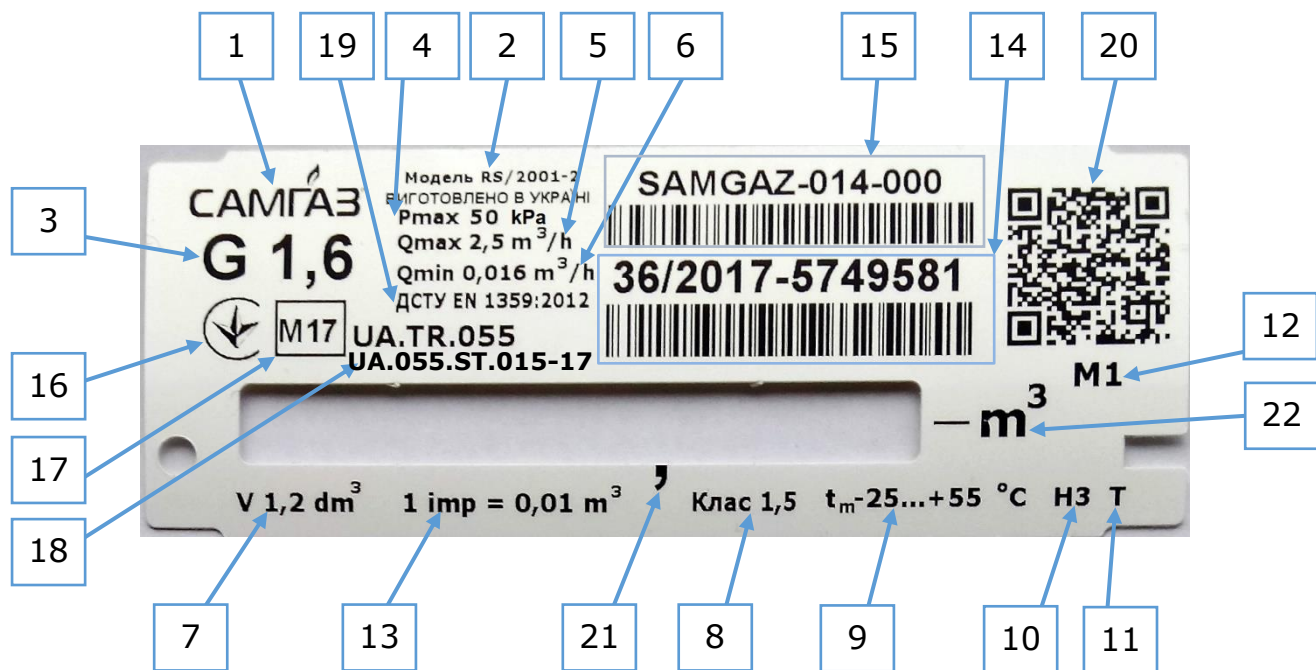
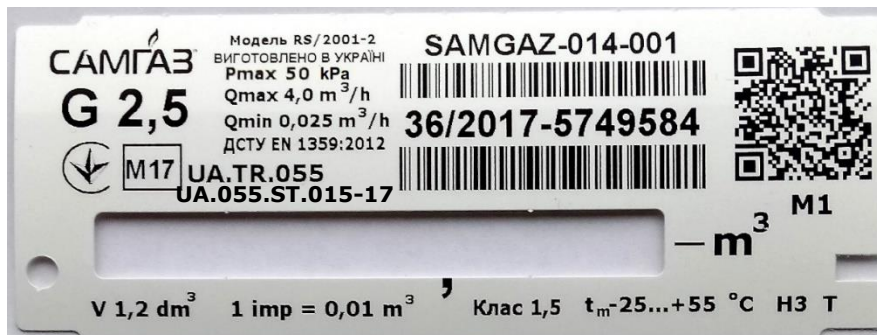
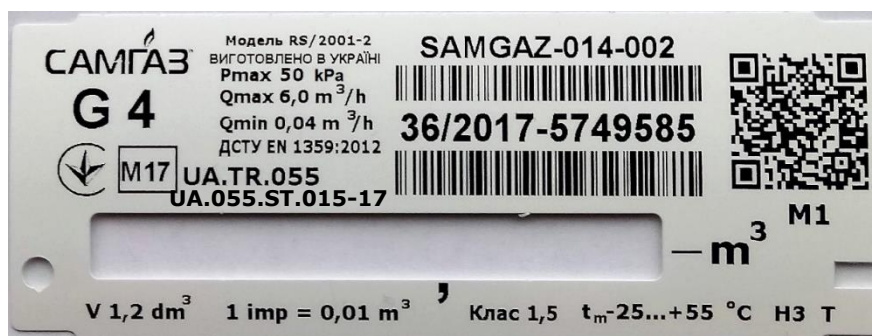
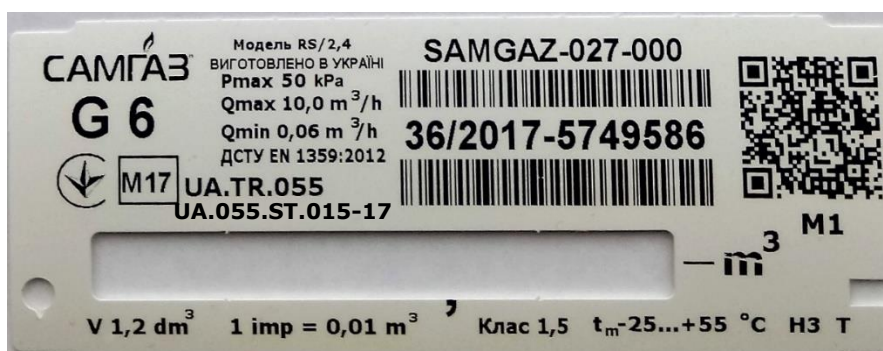

Рис. 3. Загальний вигляд маркувальної таблички (шильдика) лічильника газу типорозмір G1,6
Рис. 4. Загальний вигляд маркувальної таблички (шильдика) лічильника газу типорозмір G2,5
Рис. 5. Загальний вигляд маркувальної таблички (шильдика) лічильника газу типорозмір G4
Рис. 6. Загальний вигляд маркувальної таблички (шильдика) лічильника газу типорозмір G6
Лічильник можна ідентифікувати по маркувальній табличці (шильдику) рис.3 (рис.4, рис.5, рис.6), яка розташована спереду лічильника під прозорою кришкою відлікового механізму (рис.1, рис.2).
На маркувальну табличку (шильдик) лічильника (рис.3) нанесено наступну інформацію:
- лінійний штрихкод Code128 (UPC/EAN-128) (поз.15 на рис.3) – назва виробника й виконання лічильника. Перелік виконань лічильників наведено в розділі 3 цієї настанови. Розшифрування позначення виконання лічильника:
- лінійний штрихкод Code128 (UPC/EAN-128) (поз.14 на рис.3) – тиждень, рік виготовлення та серійний номер лічильника;
- QR-код (поз.20 на рис.3) з наступними відомостями: